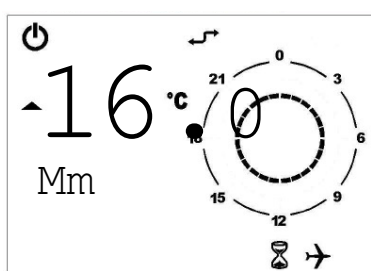

Abb. 9 – Vorübergeh. Abschaltbetrieb
- **VORÜBERGEHENDER ABSCHALTBETRIEB (FERIENPROGRAMM):** Diese Funktion wird durch die beiden Symbole Sanduhr und Flugzeug angezeigt (Abb. 9).
Zur Aktivierung der vorübergehenden Temperaturänderung einfach die Tasten ▲  und ▼  drücken und die gewünschte Temperatur einstellen (im Beispiel 20 °C). Auf dem Display werden die Symbole Automatikbetrieb und Handbetrieb angezeigt (Abb. 9).
- Während des gesamten Zeitraums wird auf dem Display die Restzeit bis zum Ende dieser Funktion angezeigt (siehe Abb. 9 auf Seite 21).